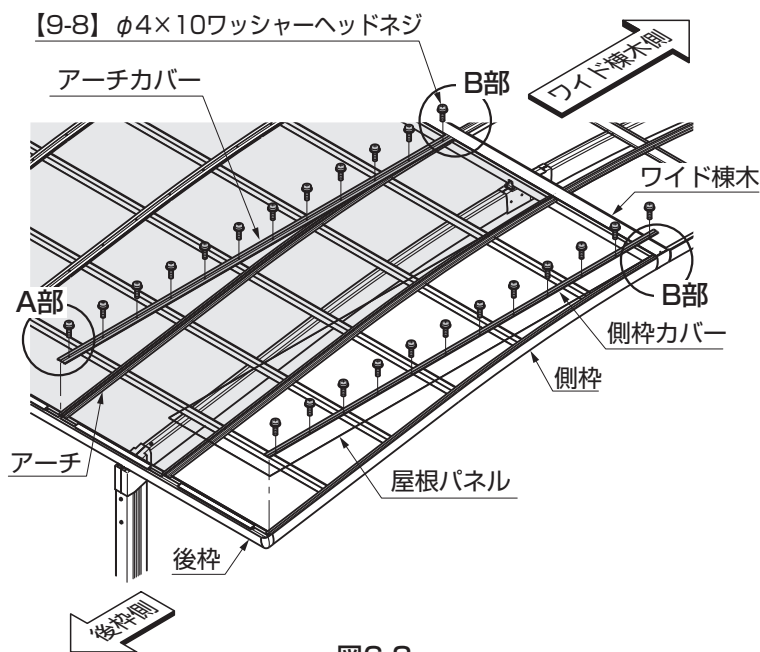

図6-3
①アーチカバー・側枠カバーをワイド棟木に突き当てて、ワイド棟木側からアーチ・側枠に [9-8] で取付けてください。(図6-3参照)